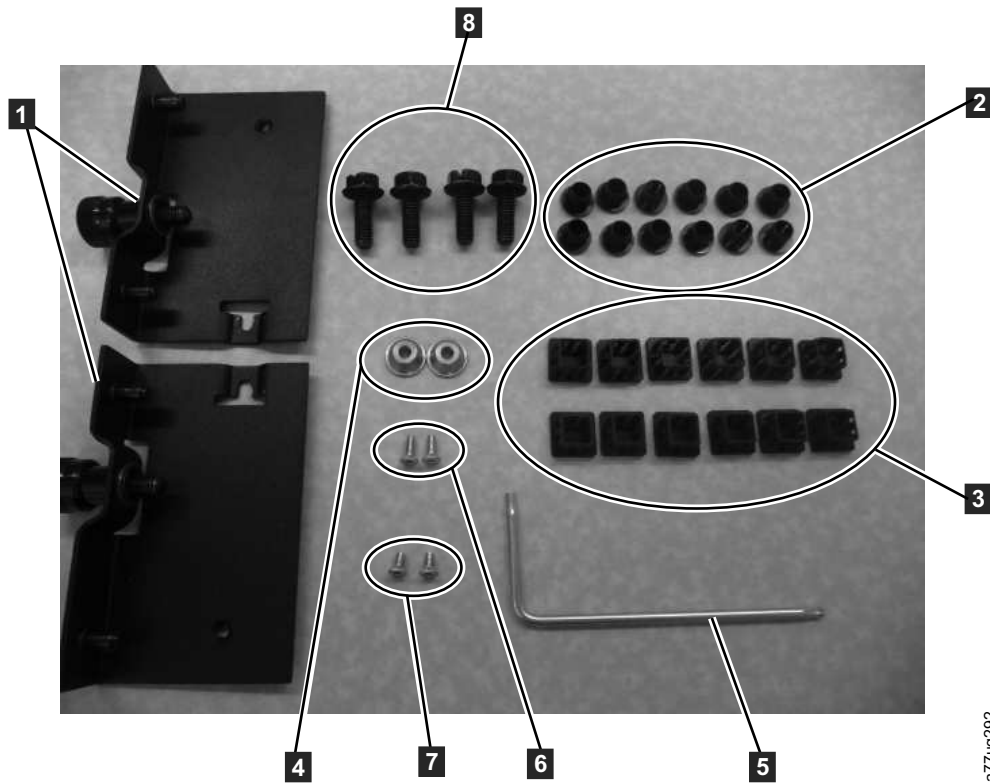

Figura 25. Kit de hardware de montaje en bastidor B
- 1 llave Torx (**5** en la Figura 25)